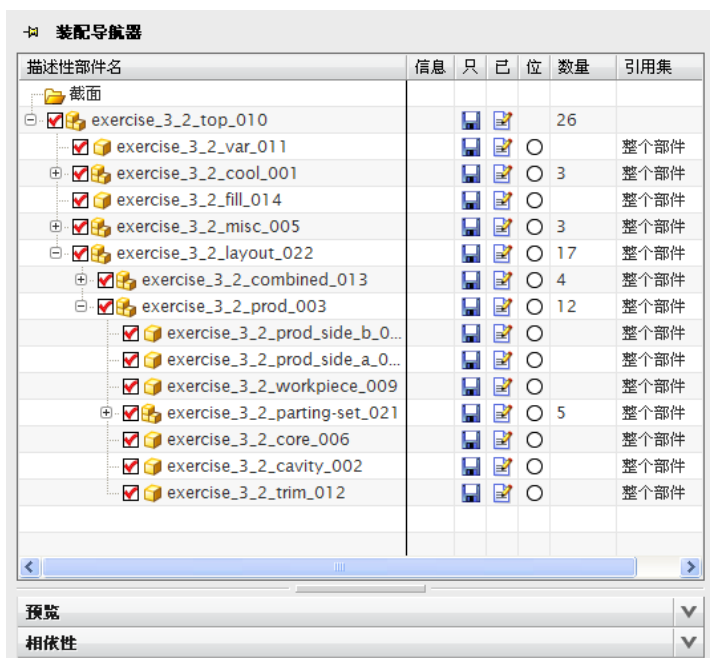

图 3-29 【装配导航器】结构图
(3) 系统开始装载产品, 生成初始化项目文件。单击【装配导航器】按钮, 弹出如图 3-29 的【装配导航器】结构图, 从中可以看到项目方案的装配结构图。